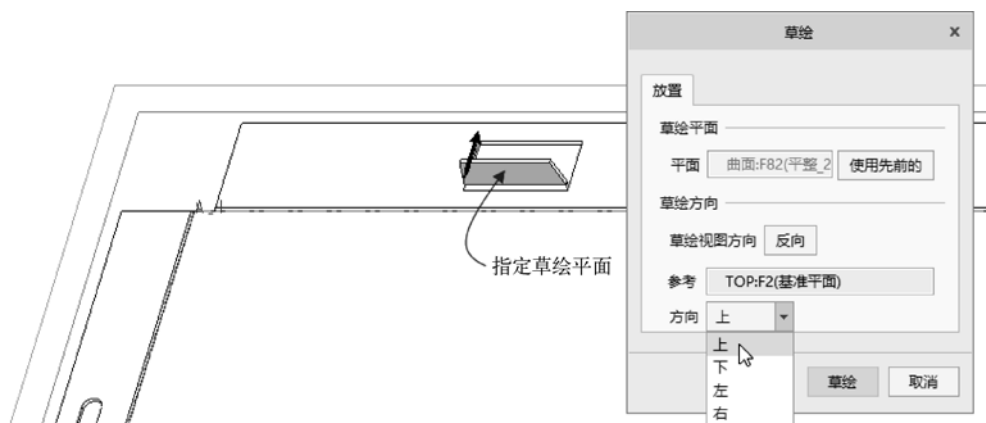

图 6-26 定义草绘平面及草绘方向
(1) 单击  (拉伸) 按钮, 打开“拉伸”选项卡, 从中暂时接受默认的按钮状态。
(2) 在“拉伸”选项卡中打开“放置”面板, 接着单击“放置”面板上的“定义”按钮, 弹出“草绘”对话框。选择图 6-26 所示的壁表面定义草绘平面, 选择 TOP 基准平面为草绘方向参考, 从“方向”下拉列表框中选择“上”选项, 然后单击“草绘”按钮, 进入草绘器。